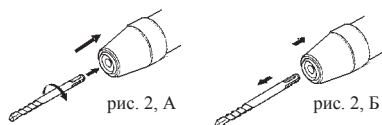

Рис. 2
- поворачивая бур вставить его хвостовик в патрон перфоратора до упора и отпустить втулку 6, см. рис. 1, которая должна занять исходное положение, а рабочий инструмент зафиксироваться от выпадения, имея при этом небольшой осевой люфт, см. рис. 2, А. Для удаления рабочего инструмента из ствола необходимо отвести втулку 6 назад и извлечь рабочий инструмент, см. рис. 2, Б.